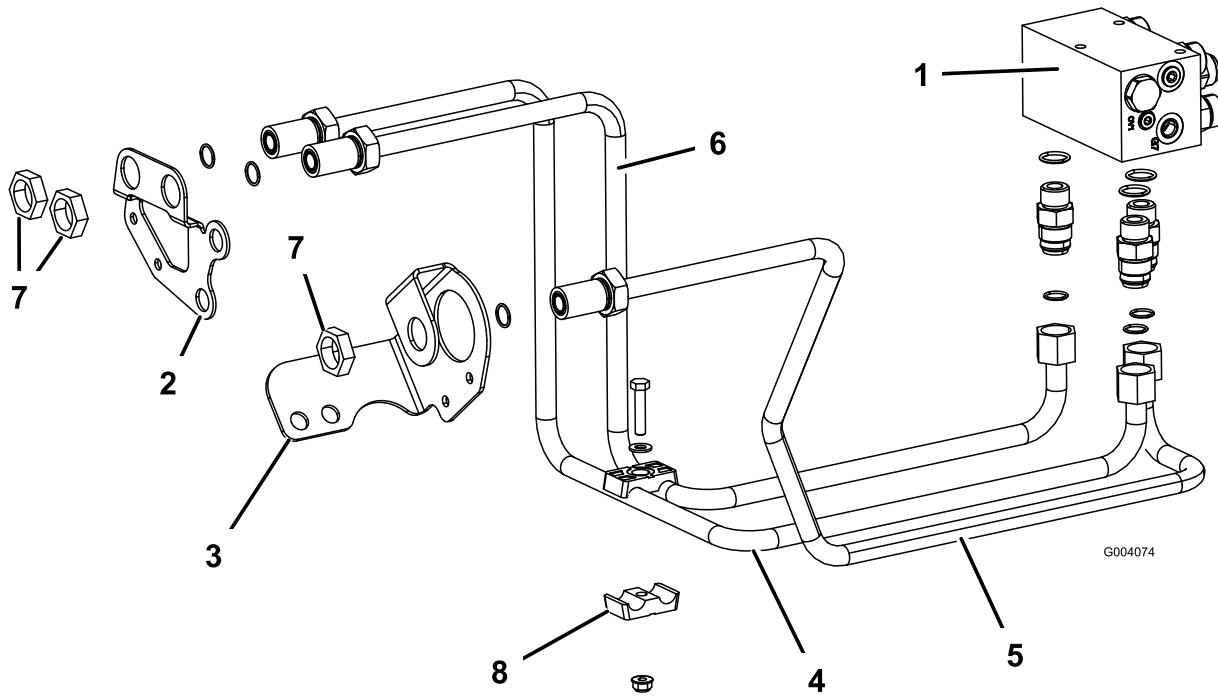

Figura 9
com "RF" ao orifício direito no suporte direito do anteparo da estrutura (Figura 9).
2. Fixe a traseira do tubo hidráulico ao encaixe do coletor e a frente ao suporte do anteparo com uma porca de bloqueio do anteparo (Figura 9).
3. Encaminhe o tubo hidráulico, peça nº 108-7626, desde o encaixe central do coletor etiquetado com "REV" ao orifício no suporte esquerdo do anteparo da estrutura (Figura 9).
5. Encaminhe o tubo hidráulico, peça nº 108-7625, desde o encaixe direito do coletor etiquetado com "LF" ao orifício esquerdo no suporte direito do anteparo da estrutura (Figura 9).
7. Fixe as 2 linhas direitas do anteparo juntas com as metades do grampo de tubo, parafusos (5/16 pol. x 1½ pol.), anilha plana e uma porca de bloqueio (5/16 pol.) (Figura 9).